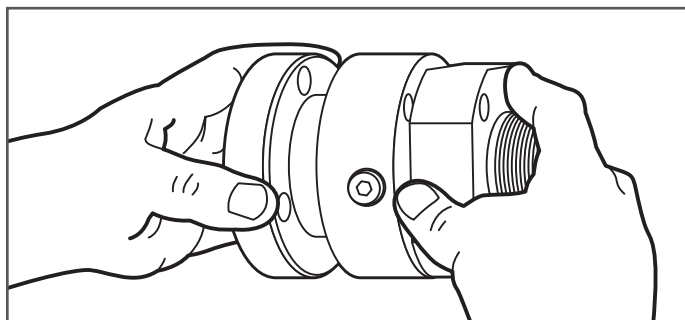

Figure 7-9
10. Séparez les trois sections du raccord DoubleTrac® (Figure 7-9).